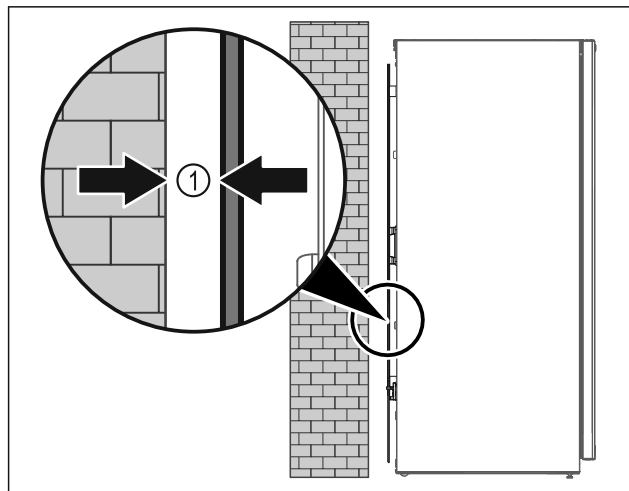

Fig. 52
- ▶ Állítsa fel a készüléket szabadon a helyiségben, vagy közvetlenül a fal mellé legalább 5 mm Fig. 52 (1) minimális távolságban.